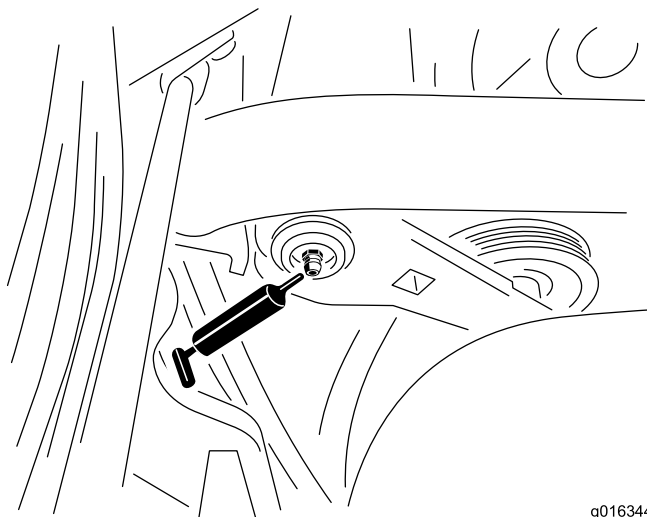

図 26
1. 異物を入れてしまわないよう、グリスニップルをきれいに拭く図 26。